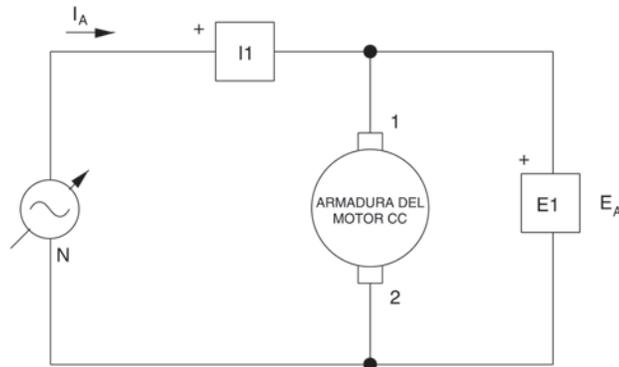

Figura 3-7.
Usted puede determinar la inductancia de armadura del Motor/Generador CC. Para ello, asegúrese de que la Fuente de alimentación esté apagada y que la perilla de control de voltaje se encuentre girada completamente hacia la izquierda. Luego monte el circuito de la Figura 3-7. En la aplicación Aparatos de Medición, abra el archivo de configuración existente ACMOTOR1.DAI, seleccione ver disposición 2 y ajuste el instrumento programable B como medidor de reactancia (X). Encienda la Fuente de alimentación y ajuste la perilla de control de voltaje para que una corriente c.a. (indicada por el medidor I1), igual a la corriente nominal de armadura del Motor/Generador CC, circule en la armadura. Registre la reactancia de armadura ( $X_A$ ), indicada por el medidor B, apague la Fuente de alimentación y utilice la siguiente fórmula para convertir  $X_A$  en una inductancia: